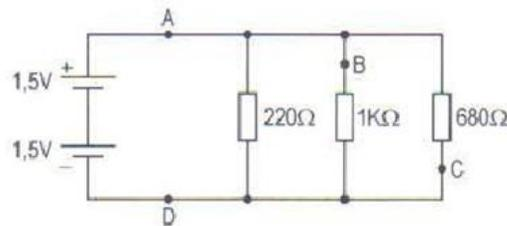

Figura 4.3
- 1) Monte o circuito da Figura 4.3, meça e anote as correntes nos pontos indicados, Quadro 4.1. Anote a posição da chave seletora.